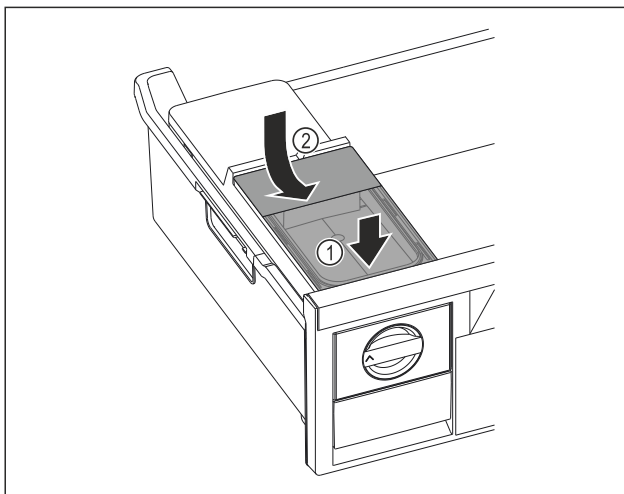

Fig. 99
- Placer le réservoir d'eau à l'avant. Fig. 99 (1)
- Abaisser le réservoir d'eau à l'arrière. Fig. 99 (2)